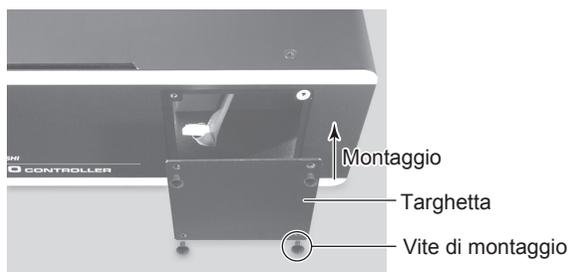

Fig. 23
- (5) Montare la targhetta usando le 4 viti di montaggio. (Fig. 23).